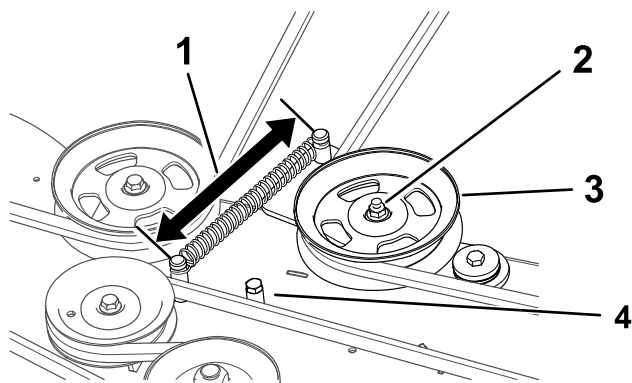

図 54
スプリングの長さが 15.2 cm 未満の場合や、**図 54** のようにアイドラプーリアームがアイドラストップに当たる場合は、アイドラプーリアームを調整する。
4. アイドラプーリのナットをゆるめる **図 54**。
6. ナットを締めつける **図 54**。